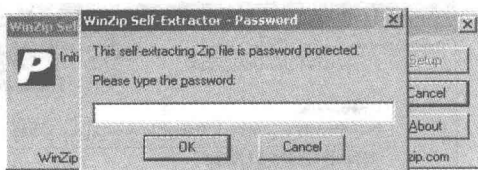

图 1-12 “Protel DXP 安装文件解压缩密码”对话框
4) 双击下载保存的试用版安装文件“proteldxp_trial_version_withsp2”，弹出“Protel DXP 安装文件解压缩密码”对话框，如图 1-12 所示。
5) 用户打开电子邮箱, 找到密码并选中, 接着按下 **Ctrl** + **C** 键将密码复制到剪贴板, 然后再按下 **Ctrl** + **V** 键将密码粘贴到图 1-12 所示的密码输入框中, 单击 **OK** 按钮, 进入解压缩过程。